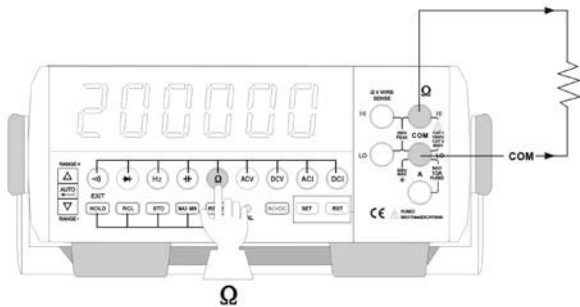
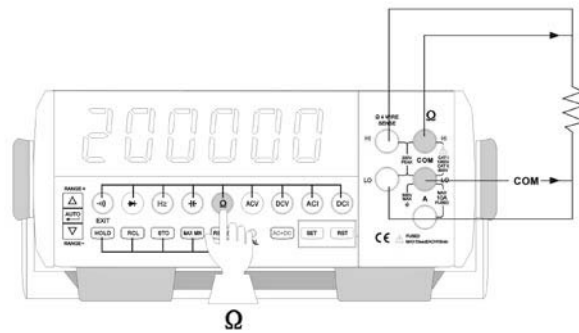

图 9
图 10
### 4、电阻测量（见图9和图10）
- 1) 图9为二端电阻测量法，电阻从前面板输入，此时将红表笔插入“V Ω Hz  $\rightarrow$   $\leftarrow$   $\rightarrow$ ”输入端口，黑表笔插入“COM”输入端口。
- 4) 图10为四端电阻测量法，此时要用二副表笔，将二副表笔中的红色表分别笔插入二个红输入端口，二个黑表笔分别插入二个黑输入端口，四个表笔的另外四端短路在一起，利用REL  $\Delta$  键清除零位。然后二个红表笔并接被测电阻一端，二个黑表笔并接被测电阻另外一端。